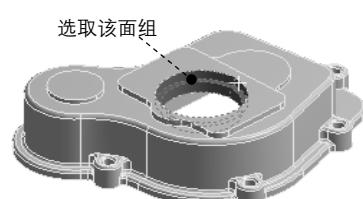

图 2.6.11 选取曲面 (一)
(2) 选取几何对象。按住 Ctrl 键，选取图 2.6.11 所示的 5 个曲面，单击 “Details of ‘Selection’” 对话框中 Geometry 文本框中的 按钮确认。